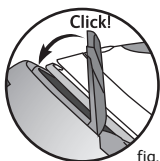

fig. 3
- Posez le fer sur la plaque repose-fer de la centrale vapeur et rabattez l'arceau de maintien sur le fer jusqu'à l'enclenchement du verrouillage (identifié par un « clic» - fig. 3